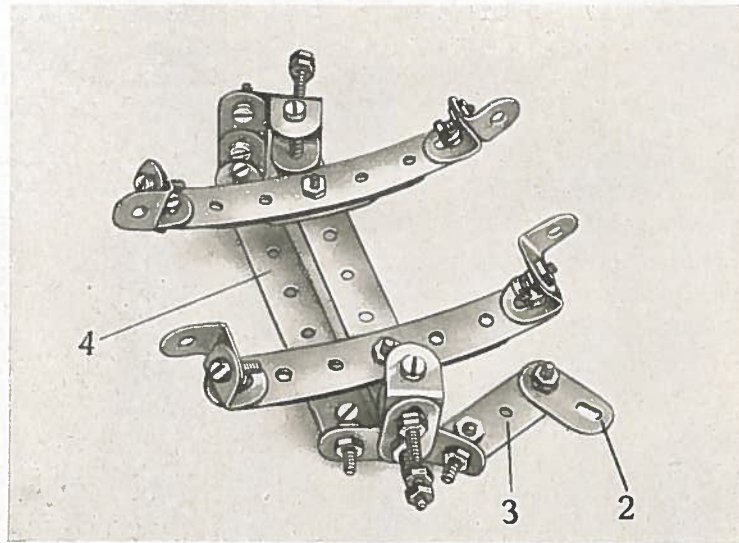

Fig. 7c
An diese werden die Hinterfedern aufgehängt. Sie sind wie die Vorderfedern gebaut (siehe Fig. 7c). Vorne am Rahmen schrauben wir mittels Winkeln die Stoßstange an. An diese werden die Scheinwerfer mit Laschen 8 a angeschraubt.
3. Vorderfeder, siehe Fig. 7c.